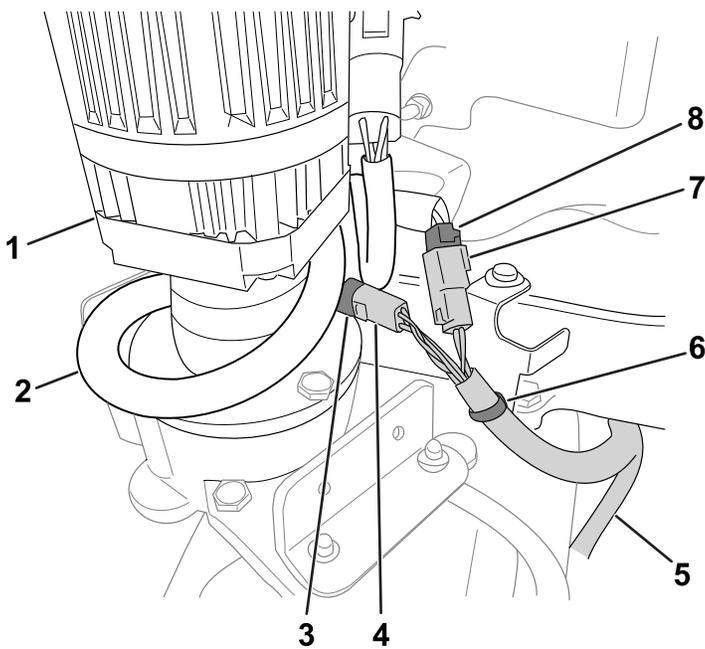

Bild 7
3. Verlegen Sie die verbleibenden Steckverbinder des Getriebekabelbaums an den Lenkmotor (Bild 7).
4. Schneiden Sie den Kabelbinder durch, mit dem der Maschinenkabelbaum an der Halterung befestigt ist, und lassen Sie die Druckbefestigung an ihrem Platz (Bild 7). Entsorgen Sie den Kabelbinder.
5. Verbinden Sie Steckverbinder des Getriebekabelbaums mit den Steckverbindern des Maschinenkabelbaums Bild 7):
6. Wickeln Sie die verbleibende Länge des Maschinenkabelbaums um den Lenkmotor, wie in Bild 7 dargestellt.
7. Befestigen Sie den Getriebekabelbaum mit dem mitgelieferten Kabelbinder an der Druckbefestigung, wie in Bild 7 dargestellt.